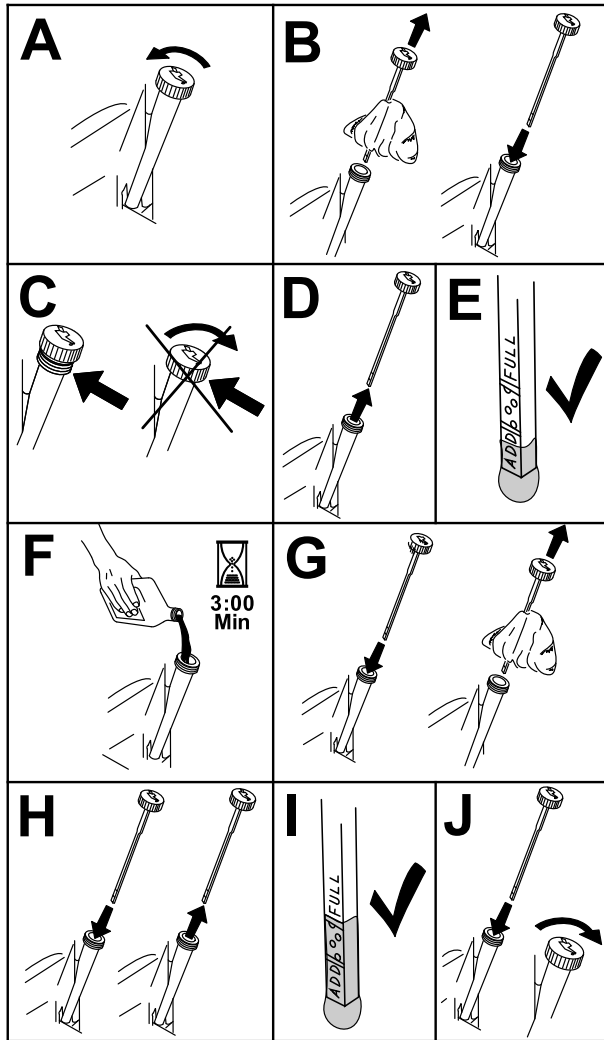

Figura 57
3. Para que no entre suciedad, recortes de hierba, etc., en el motor, limpie la zona alrededor del tapón de llenado/varilla de aceite antes de retirarlo (Figura 57).